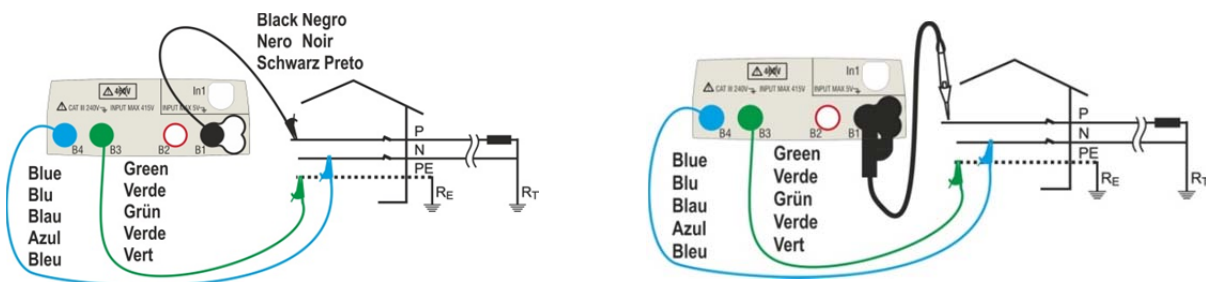
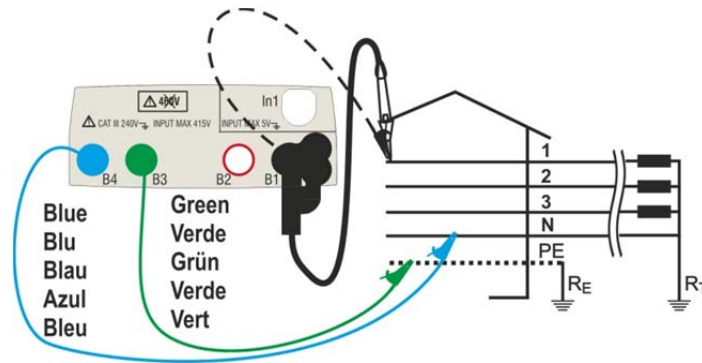
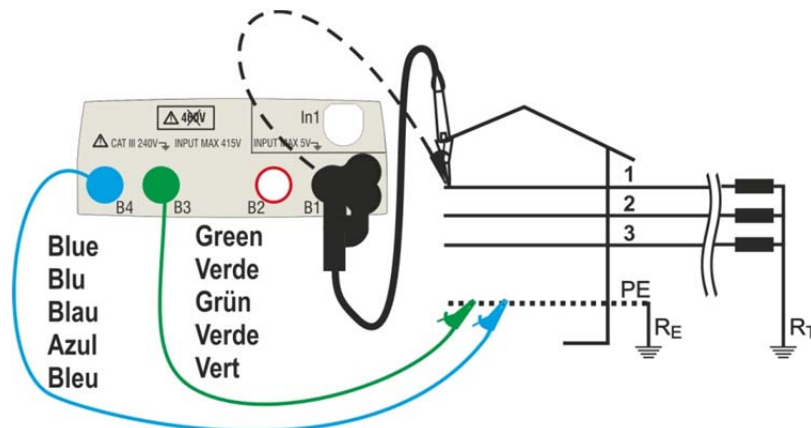

Abb. 19: Messung P-N/P-PE in ein-/zweiphasigen 230 V Systemen mittels Kabeln und Tastkopf
Abb. 20: Messung P-N/P-PE in dreiphasigen 400V+N+PE Systemen mittels Einzelkabeln und Tastkopf
Abb. 22: Messung P-PE/P-N in 400V + PE (no N) Systemen mittels Einzelkabeln und Tastkopf
4. Führen Sie die vorherige Kalibrierung der Messleitungen wie in § 6.4.2 beschrieben durch Verbinden Sie den Schukostecker, die Krokodilklemmen oder den Tastkopf mit der elektrischen Anlage entsprechend Abb. 18, Abb. 19, Abb. 20 und Abb. 22.